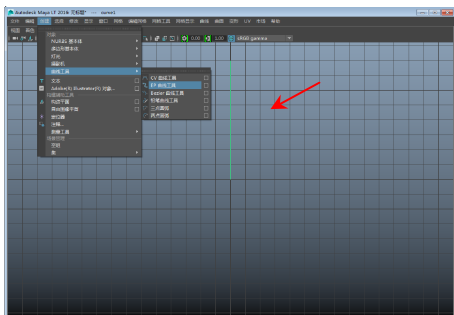

图 3-144 绘制线条
- 2 依次执行【创建】|【曲线工具】|【EP 曲线工具】命令，或者单击工具架上的  按钮，在【前视图】中创建曲线。然后按下 X 键不放，在视图中单击鼠标定义一个顶点。然后沿 Y 轴向下移动鼠标，再次按住 X 键不放，再单击定义一个顶点，如图 3-144 所示。